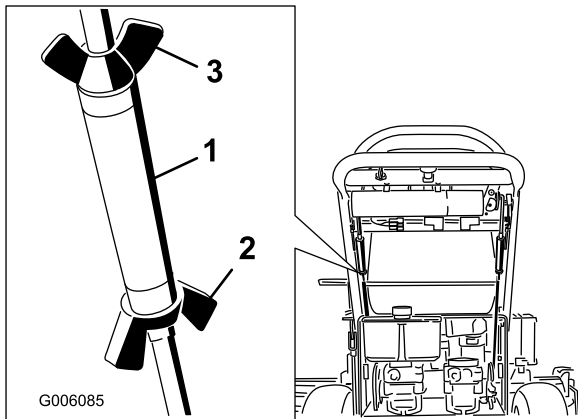

Figura 57
- Bloquee el tensor apretando las tuercas de orejeta (Figura 57).
- Bloquee el tensor apretando las tuercas de orejeta (Figura 57)